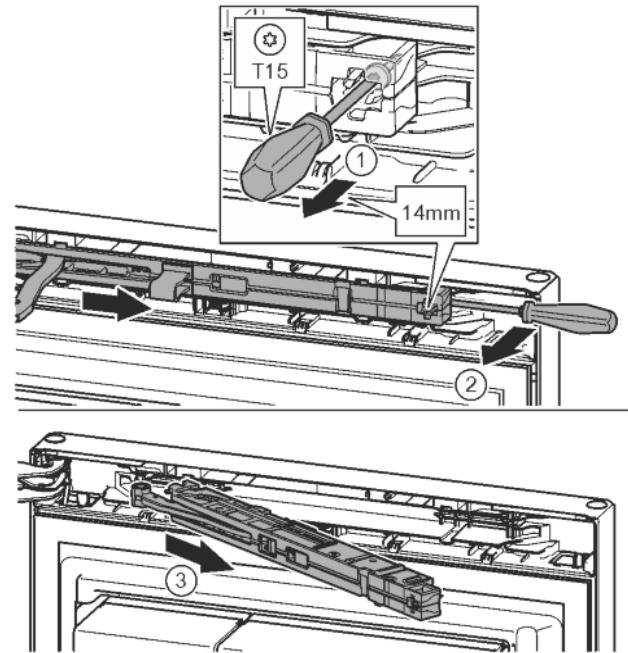

Fig. 12
- Ослабить винт на узле амортизатора с помощью отвертки T15 примерно на 14 мм. Fig. 12 (1)
- Отверткой со стороны ручки переместиться за узел амортизатора и повернуть вперед. Fig. 12 (2)
- Извлечь узел амортизатора. Fig. 12 (3)